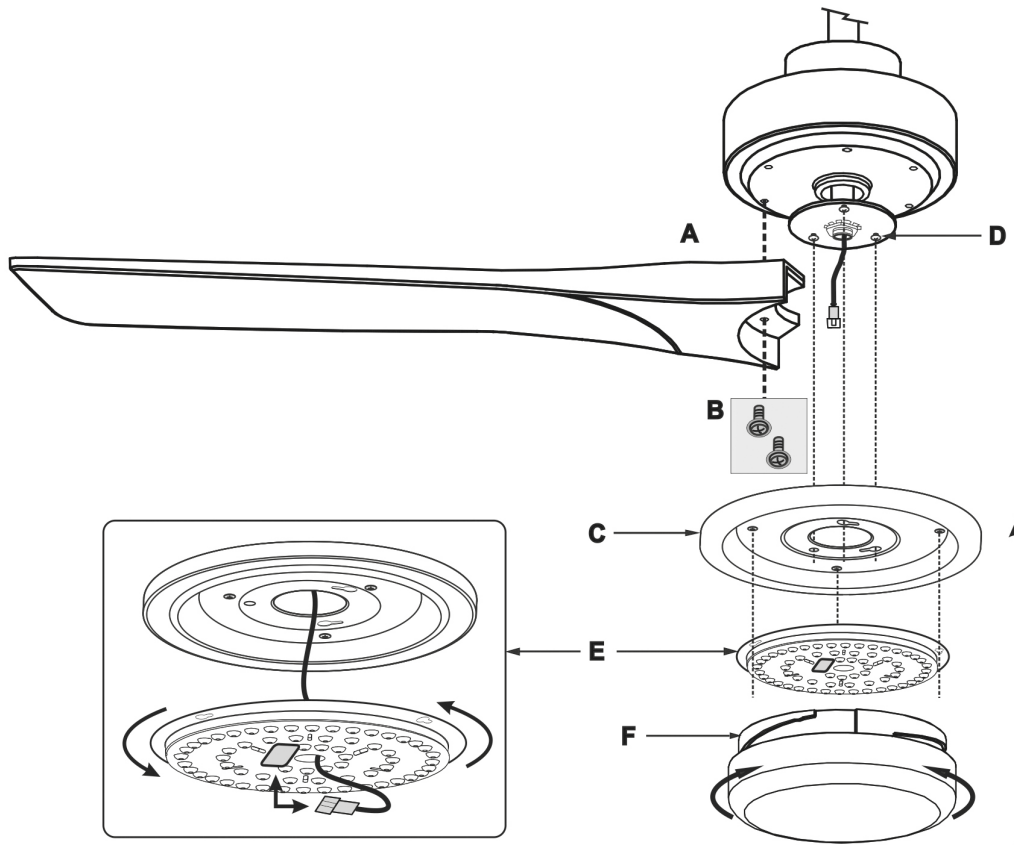

Fig. 4
5. Introduire les pales dans les fentes autour du bloc moteur et les fixer au bloc moteur (**Fig.4-B**).
6. Une fois les 3 pales fixées, placez le support des lampes led (**Fig.4-C**) en faisant passer le câble lumière led à travers le trou central et fixez-le avec les trois vis (**Fig.4-D**).
7. Connecter l'ensemble des lampes LED (**Fig.4-E**) à l'aide des connecteurs rapides et fixer l'ensemble en terminant par le fermer avec le cache de la lampe led (**Fig.4-F**).